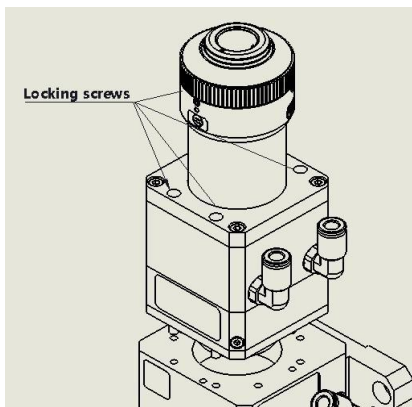

图 11 准直组件 CM
- 用 3mm 的内六角扳手将光纤准直镜上面的螺丝拧开如图 11 所示。将之放置在洁净场所；